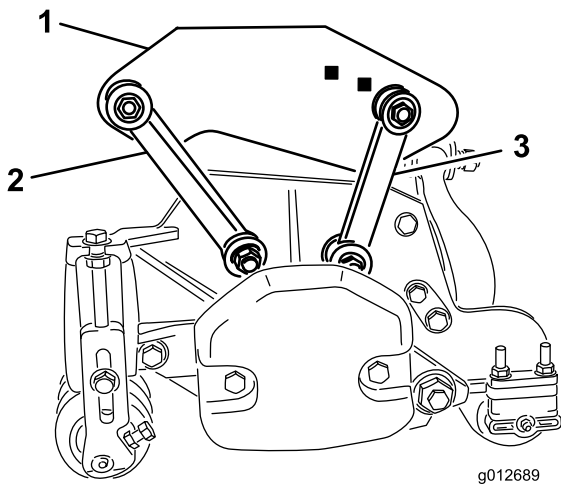

图19
- 如 图19 所示用螺栓 3/8 x 2-1/4 英寸、2 个平垫圈和 1 个锁紧螺母将前安装连杆固定到承载架孔中。安装时将垫圈放到连杆的两侧。上紧紧固件扭矩至 42N·m。
- 如 图19 所示用螺栓 3/8 x 2-1/4 英寸、2 个平垫圈和 1 个锁紧螺母将后安装连杆固定到后承载架孔中。安装时将垫圈放到连杆的两侧。上紧紧固件扭矩至 42N·m。